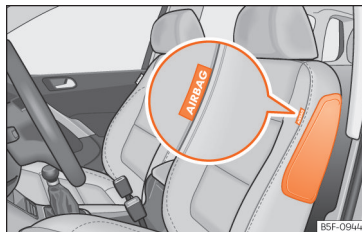
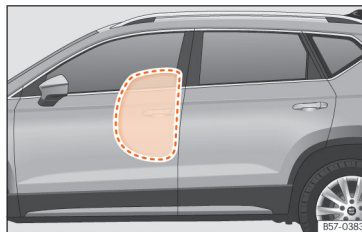

Abb. 31 Seitenairbag im Fahrersitz
Abb. 32 Komplette aufgeblasener Seitenairbag auf der linken Fahrzeugseite.
Die Seitenairbags befinden sich in den Vordersitzlehnen >>> **(Abb. 31)**, >>> **(Abb. 32)**.
- Stellen Sie sich, dass Kinder richtig in ihren Sitzen sitzen und ihren Kopf nicht in den Entfaltungsbereich der Seitenairbags halten >>> (Abb. 32), da sie beim Auslösen der Airbags von diesen getroffen werden und schwere Verletzungen erleiden könnten.